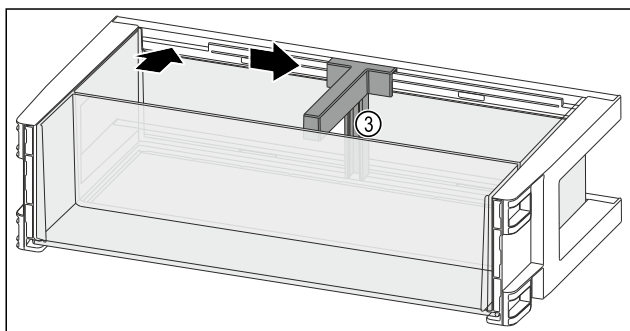

Fig. 113
- Vložte držiak fliaš Fig. 113 (3) do vybrania.
- Potlačte držiak fliaš Fig. 113 (3) v požadovanej polohe do strany.